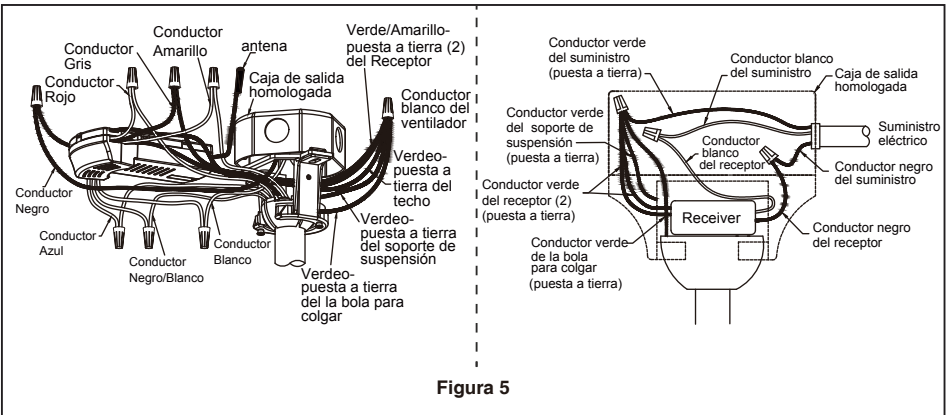

Figura 5
5. Enrosque el soporte de la varilla y alinee los orificios de la clavija de horquilla en ambas piezas. Instale la clavija de horquilla y asegúrela con la pinza de horquilla. Fije los dos tornillos de presión y las tuercas de seguridad en el soporte de la varilla interior. (Figura 5)
4. Una vez haya hecho las conexiones, coloque los cables hacia arriba y empújelos cuidadosamente hacia dentro de la caja de la toma de corriente, poniendo los cables blancos y verdes a un lado de la caja y los negros hacia el otro lado. Los cables deben ser colocados de forma extendida poniendo el conductor de la toma de tierra y el conductor de toma de tierra del equipo a un lado de la caja, colocando el conductor sin toma de tierra en el otro lado de la caja. (Figura 5)
5. Para configurar el código del mando a distancia a las mismas posiciones que en el receptor. Mueva los interruptores de código hasta colocar el código de selección en la posición arriba o abajo. Con un destornillador pequeño o con una lapicera (no se incluye) deslice firmemente hacia arriba o hacia abajo. (Figura 5)